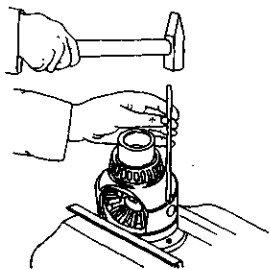

图 3-105 拆下行星齿
- 10) 装上车速里程表的从动齿轮和导向器，再装上车速里程表的传感器，见图 3-105 所示。
- 4) 拆下行星齿轮轴的夹紧销，如图 3-105 所示。